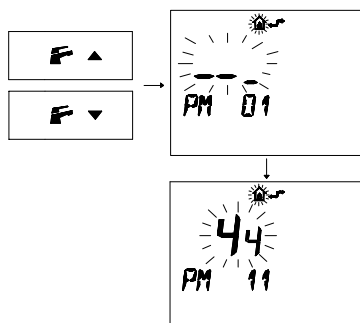

Figura 5.53
- Premere i pulsanti **F**▼ o **F**▲ per visualizzare la programmazione "PM11" della postcircolazione pompa (Figura 5.53).